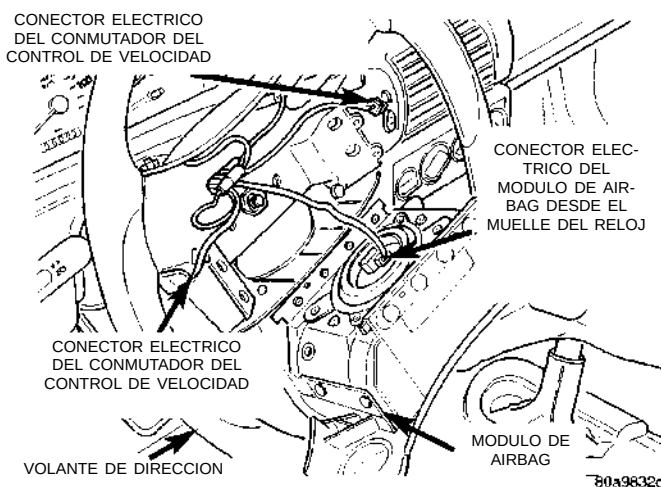

Fig. 10 Conexión eléctrica del módulo del Airbag
(7) Retire el módulo Airbag del centro del volante de dirección. Después desconecte el conector del cable eléctrico del muelle de reloj de la parte posterior del módulo Airbag (Fig. 10).